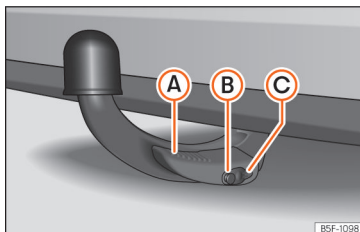

Abb. 303 Anhängerkupplung ordnungsgemäß befestigt
• Der Hebel (A) befindet sich oben » » Abb. 303.
• Der rote und grüne Teil des Entriegelungsbolzen (B) sind vollständig sichtbar » » Abb. 303.
• Die Abdeckung (C) sitzt auf dem Schloss » » Abb. 303.
• Beim Lösen der Anhängerkupplung **nicht mit den Händen in den Hebel fassen, um ein Einklemmen der Finger zu vermeiden** (A) » » Abb. 303.